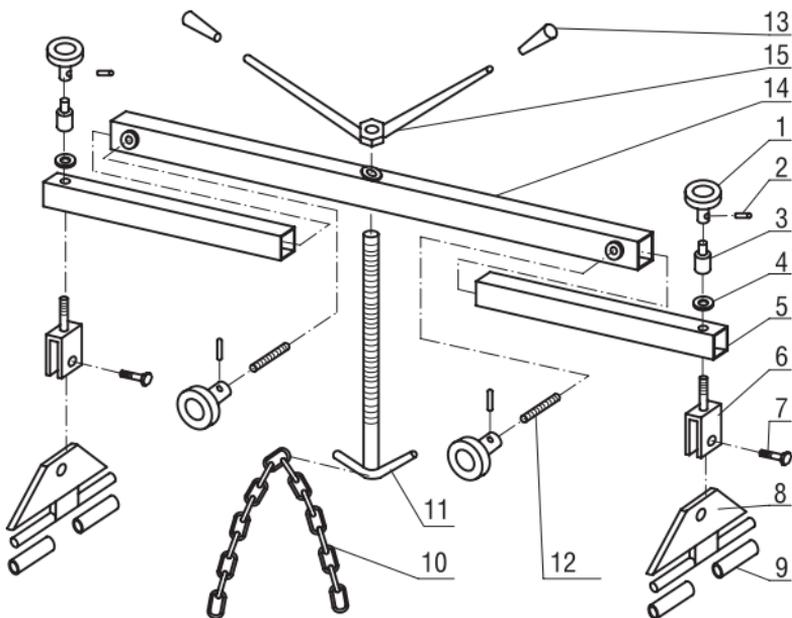

Рисунок 1 - Детализовка 8.93
1. Перед началом работы внимательно изучите инструкцию по эксплуатации. Сборку изделия осуществляйте согласно схемам на рис. 1 и 2 (см. стр. 6–7), смонтировав на центральную балку опоры и подъёмные винты.